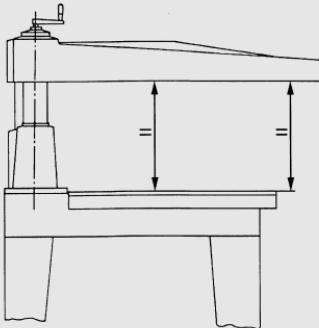

Fig.11
- 2) Le squadrette devono essere sia in piano sia alla stessa distanza dal braccio. Per questa operazione sfruttare la mobilità del braccio, come mostrato nelle figure 11 ed 12, in modo da compiere la misura con il